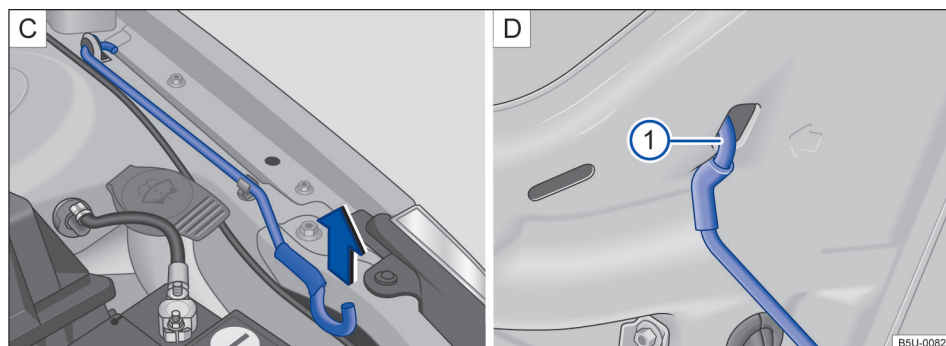

Fig. 152 [C] Varilla de sujeción de la tapa del compartimento del motor. [D] Tapa del compartimento del motor apoyada en la varilla de sujeción.
- Retirar la varilla de sujeción del soporte en el sentido de la flecha → fig. 152 [C] y colocarla en la abertura de la tapa del compartimento del motor → fig. 152 ① [D].
- Retirar la varilla de sujeción del orificio → fig. 152 ① [D] y encajarla en el soporte del cierre → fig. 152 [C].